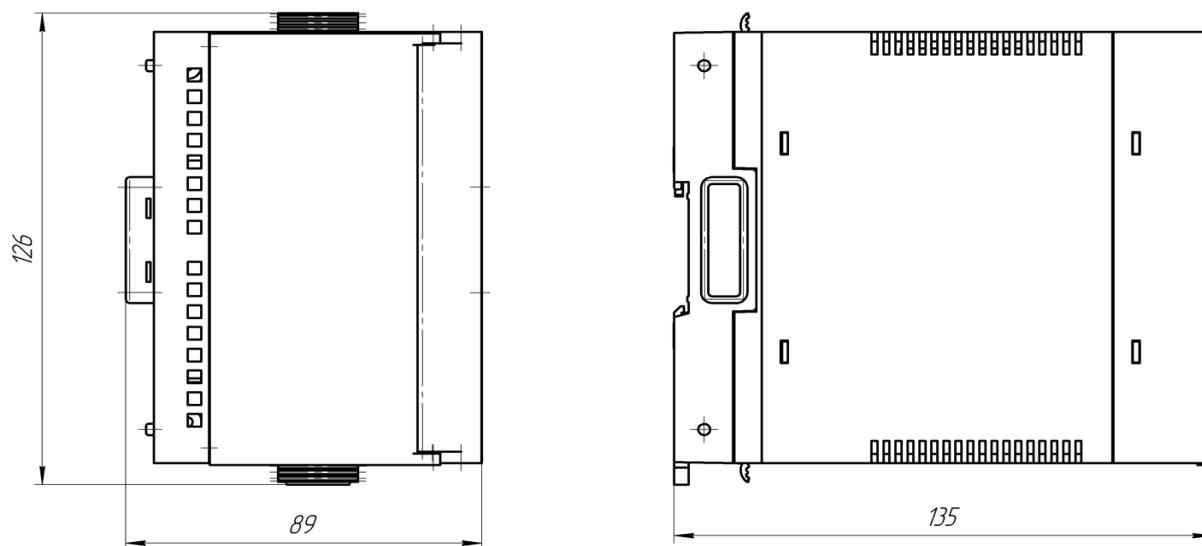

Рисунок 1.5.1.1 – Габаритные размеры модуля
1.5.1.3 На лицевой панели модулей при закрытой крышке расположены следующие элементы (смотри рисунок 1.5.1.2):